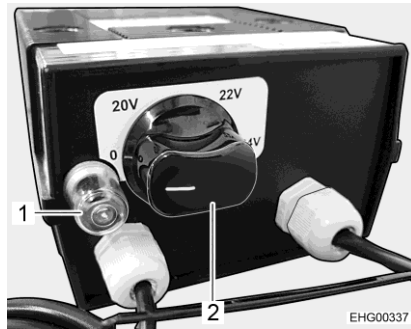

Bild 119 Regler für elektrische Fußbodenerwärmung
- Den Drehregler (Bild 119,2) auf die gewünschte Heizstufe drehen.
Ausschalten: ■ Den Drehregler (Bild 119,2) auf Stellung "0" drehen.
Wenn der Regler überlastet wird, spricht der Überlastungsschutz an. Der Stift (Bild 119,1) springt heraus.
Überlastungsschutz einschalten: ■ Den Stift (Bild 119,1) am Überlastungsschutz eindrücken, wenn der Regler abgekühlt ist.